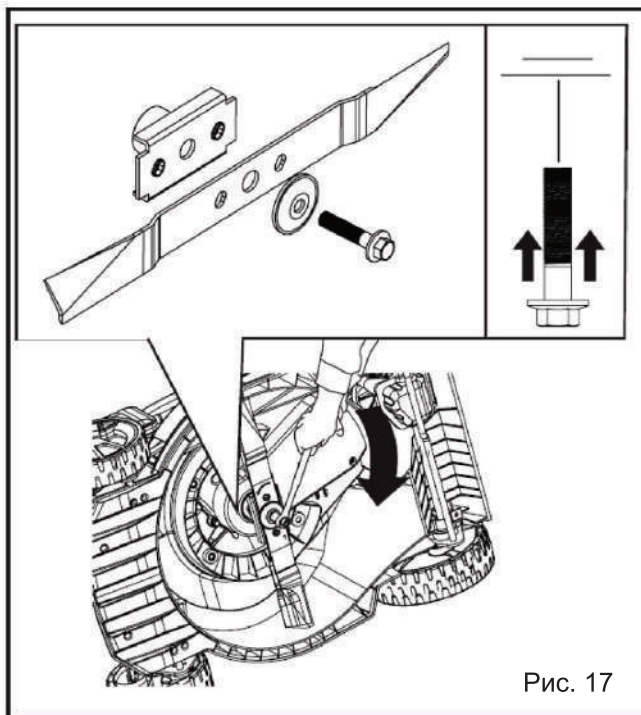

Рис. 17
3. Удерживая нож, открутите болт крепления ножа (Рис. 17)